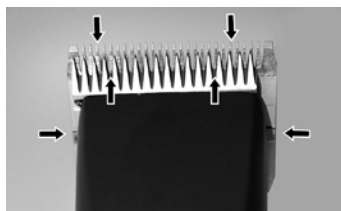

Fig. 21
Para obter bons resultados de tosquia e para aumentar a longevidade da máquina e das cabeças de tosquia, é necessário a aplicação regular de uma fina camada de lubrificante entre a lâmina superior e inferior (Fig. 21).
- ▶ Lubrifique suficientemente (e não em demasia) as lâminas de corte durante a tosquia (pelo menos em intervalos de 15 minutos), para que elas não fiquem secas (Fig. 21).
As lâminas devem ser lubrificadas antes, durante e depois de cada utilização. Quando as lâminas deixam tiras ou estão a funcionar com velocidade reduzida, isto é um sinal de que necessitam de ser lubrificadas. Coloque algumas gotas de lubrificante adiante e lateralmente às lâminas (ver setas na Fig. 21). Limpe o lubrificante em excesso com um pano suave e seco. Os sprays de lubrificação não contém óleo suficiente para uma boa lubrificação, mas servem como forma de arrefecimento das lâminas. Na eventualidade de lâminas danificadas, substitua-as de imediato para evitar o risco de lesões.